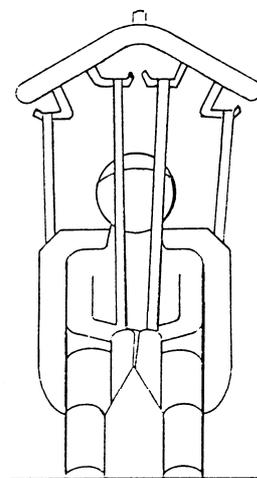

Abb. 7
- Die Gurte des Rückenteils werden nun in die äußeren Haken des Drehbügels eingehängt (**Abb. 7**).